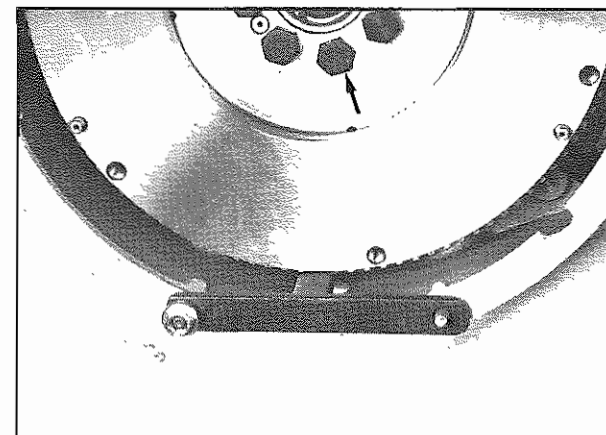

Fig. 11 - Viti di bloccaggio volano
- Bloccare il volano con l'apposito attrezzo (**Fig. 11**).
- Block the flywheel with the proper tool (**Fig. 11**).